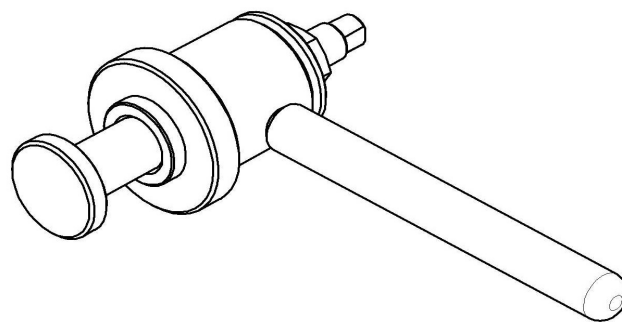

Рис. 11. Приспособление для запрессовки манжет.
- используя приспособление для запрессовки манжет (рис. 11) установить манжету 1;